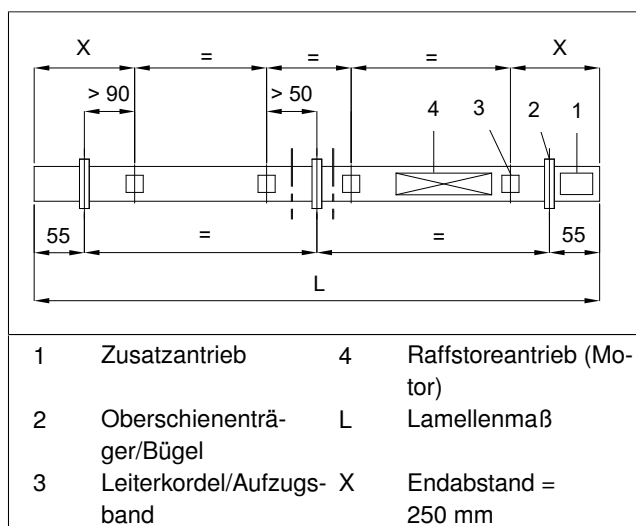

Abb. 3: Lage Oberschienenträger/Bügel (alle Maßangaben in mm)
- Die Position der Bügel auf den Montageuntergrund übertragen (siehe Abb. 3).
- Die Position der Oberschienenträger auf den Montageuntergrund übertragen (siehe Abb. 3).